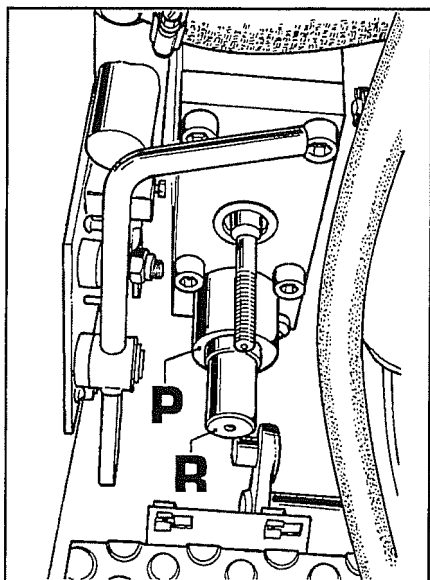

Fig. 17
c. Applicare sulla piastra la boccola **P** avente diametro interno di 29 mm, quindi inserire il tampone di centraggio **R** (fig.17).